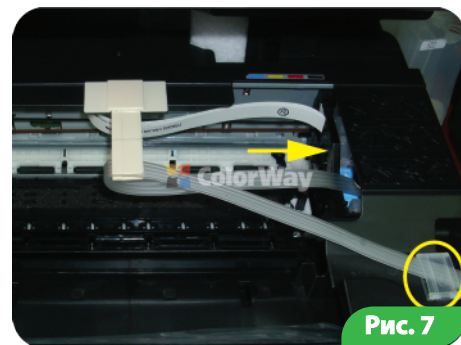

Рис. 7
4.7. Подвиньте аккуратно рукой каретку в крайнее правое положение, при движении шлейф не должен переключиваться и задевать неподвижные части МФУ. Закрепите шлейф при помощи «П-образного» держателя. (Рис. 7). От правильности закрепления шлейфа и выполнения всех правил зависит дальнейшая эксплуатация принтера (МФУ) с СНПЧ.